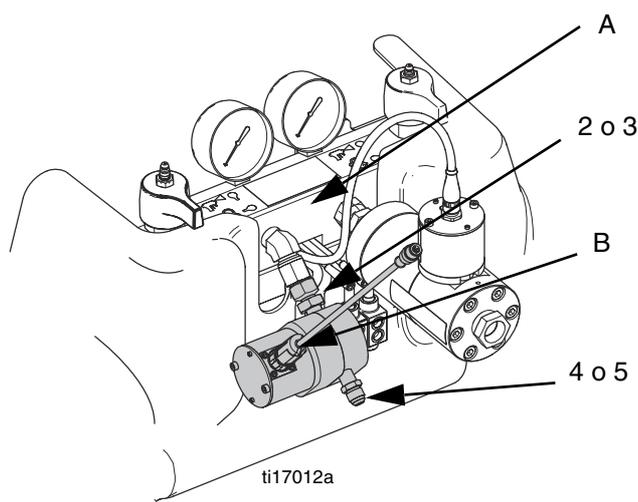

FIG. 1: Flujómetro instalado en el colector de fluido. Se muestra el lado A (Rojo)
5. *Si el flujómetro es para el lado A (Rojo)*, conecte el accesorio de entrada (2) y el accesorio de salida (4) al flujómetro. Vea la FIG. 1.
Si el flujómetro es para el lado B (Azul), conecte el accesorio de entrada (3) y el accesorio de salida (5) al flujómetro. Vea la FIG. 1.
6. Conecte el conjunto de flujómetro en el colector de fluido (A) del sistema HFR como se muestra en la FIG. 1.
7. Conecte al flujómetro el conector de 3 clavijas (B) del cable de datos del flujómetro. Vea la FIG. 1.